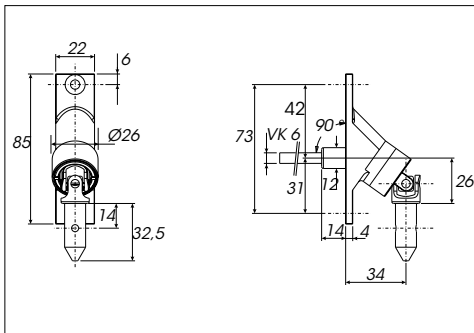

Fig. 10a : Doorvoer 90°
- Voor de maten van de doorvoer, zie fig. 10a en 10b.